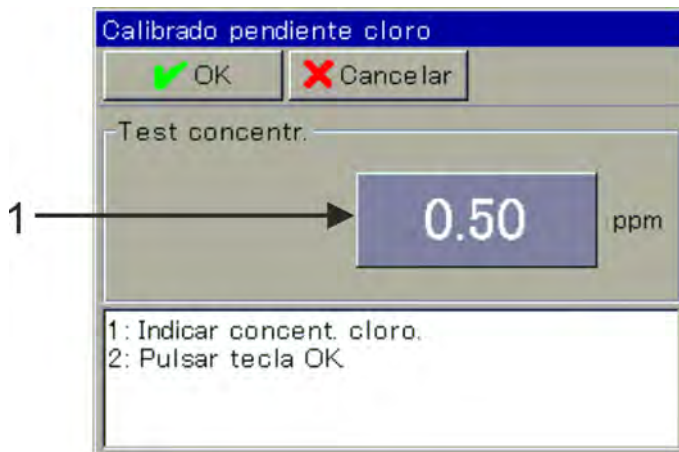

Fig. 86: Para introducir la concentración de cloro, tocar el botón de selección (pos. 1)
4. ▶ Introduzca el valor de concentración de la solución de ensayo. Confirme con «OK». Véase Fig. 86 .